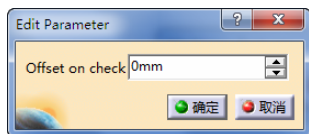

图 5-113 定义检查余量 (7)
● 定义检查余量 (7)。双击“Offset on part”，弹出“Edit Parameter”对话框，可设置余量大小为“0mm”，如图 5-113 所示。